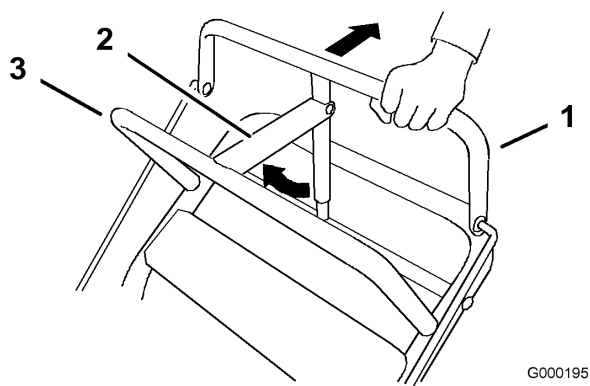

Figura 6
1. Tire de la barra de control superior hacia atrás y manténgala en esta posición (Figura 6).
2. Levante el bloqueo del freno de estacionamiento y suelte poco a poco la barra de control superior. El bloqueo del freno debe permanecer en posición puesto (bloqueado) (Figura 6).